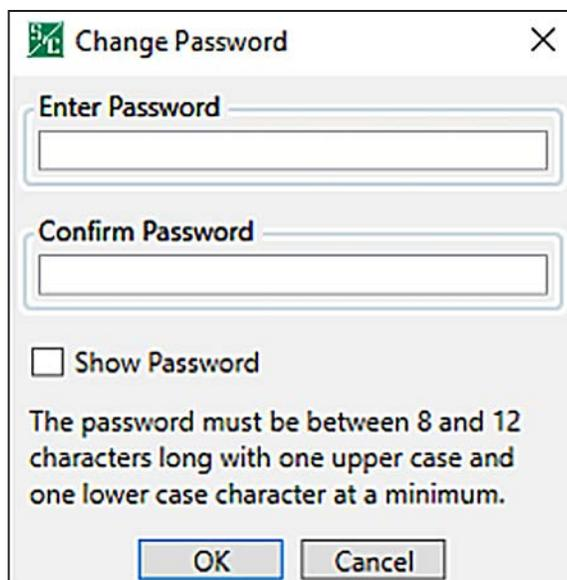

Figura 105. Caixa de diálogo para Troca de Senha.
- PASSO 2.** Digite uma nova senha não-default no campo **Enter Password** (Digite a Senha) e novamente no campo **Confirm Password** (Confirme a Senha). Esta senha deve atender aos requisitos de complexidade. Clique no botão **OK**. Ver Figura 105 na página 191.